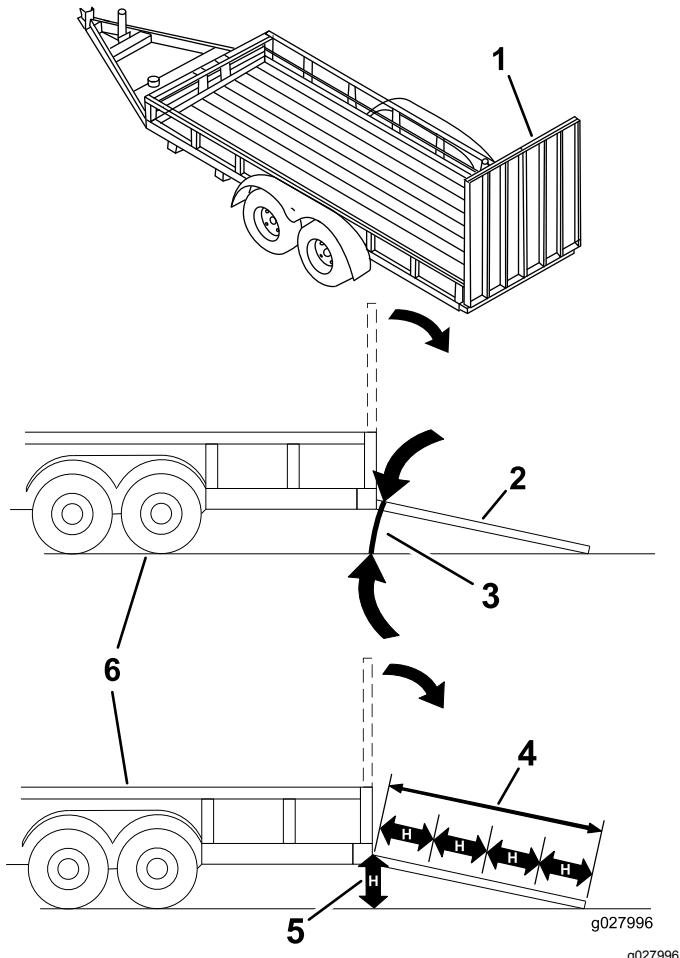

Figure 17
Le chargement de la machine sur une remorque ou un camion augmente le risque de basculement, et donc de blessures graves ou mortelles (Figure 17).
3. Abaissez la rampe (Figure 17).
1. Abaissez la rampe (Figure 17).